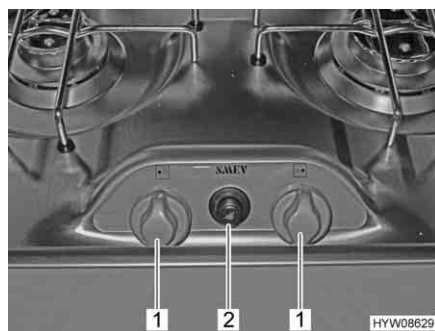
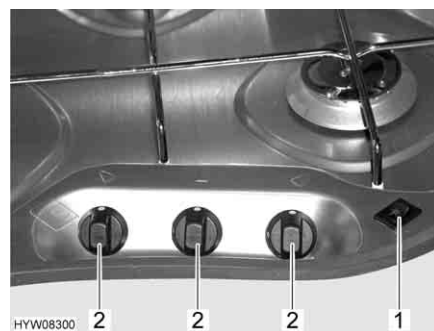

Fig. 90 Elementi di comando del fornello a gas a 2 fiamme
Fig. 91 Elementi di comando del fornello a gas a 3 fiamme
- Ruotare il pomello girevole (Fig. 90,1 o Fig. 91,2) dell'apparecchio a fiamma libera desiderato in posizione accesa (fiamma alta).
- Fornello a gas a 2 fiamme: Premere il bottone automatico (Fig. 90,2). Se necessario, premere ripetutamente il bottone automatico, finché si accende la fiamma.
- Fornello a gas a 3 fiamme: Premere l'interruttore a bilico (Fig. 91,1). Sul bruciatore vengono prodotte scintille.